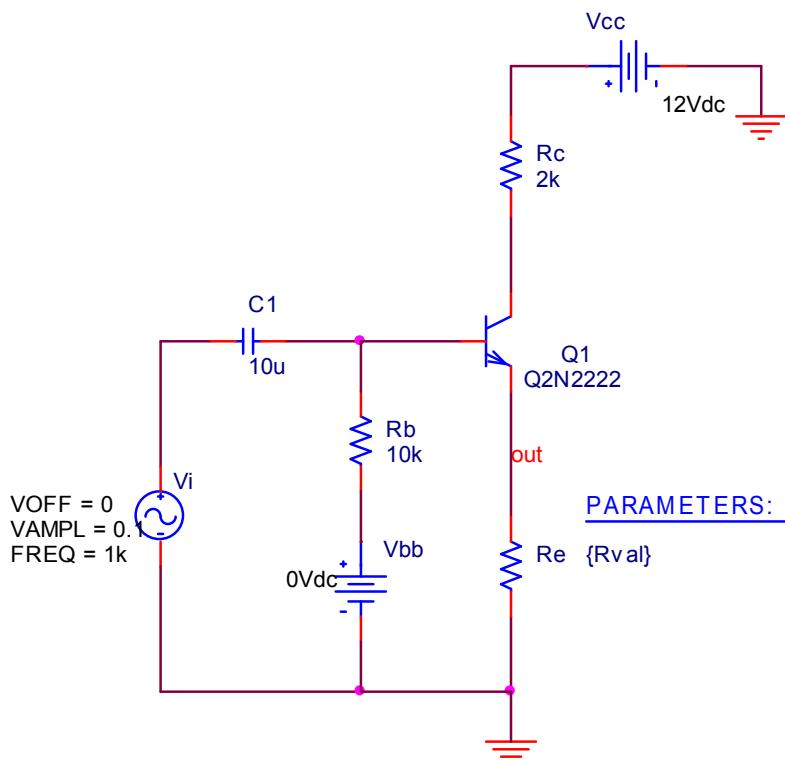

图 6.3
- ***2. 电路如图 6.3, 求: (1) 当 $R_e=100\Omega$ 时, 调节直流电压 V_{bb} , 使 $ICQ \approx 1mA$;